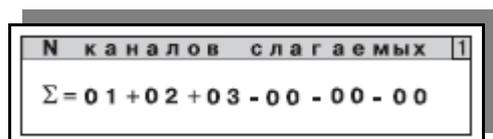

Рисунок 2.37 — Изображение окна «N каналов слагаемых»
Для определения суммы (разности) однотипных параметров массы из меню **КАНАЛ gn** войти в подменю **N КАНАЛОВ СЛАГАЕМЫХ** (см. п.2.2.1.1. руководства), рисунок 2.37. При помощи кнопок «▲», «▼», «◀», «▶» ввести значения однотипных параметров $g_{x1} \dots g_{x6}$ для формулы (1) (см. п.1.3.2. руководства) и нажать **ВВОД** для подтверждения выбора, либо **МЕНЮ** для его отмены. Например: если значение четвёртого параметра вычисляется по формуле $g_4 = g_2 + g_1 + g_3$, то индексы однотипных системных параметров для формулы (1) при использовании кнопок «▲», «▼», «◀», «▶», **ВВОД** следует записать в виде $\{X1, X2, X3, X4, X5, X6\} = \{1, 2, 3, 0, 0, 0\}$, рисунок 2.37.